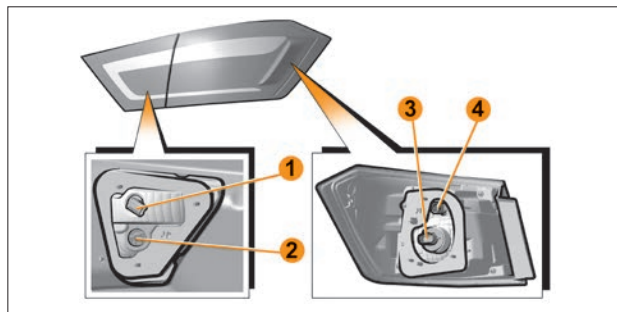

Рис. 13. Задние фонари
Для замены лампы света заднего хода **1** (рис. 13) необходимо:
– преодолевая сопротивление держателей, отогнуть обивку крышки багажника для доступа к патрону-разъему **1** (рис. 13). Во избежание повреждения обивки, отгибание производить на величину не более 7–8 см;
- повернуть патрон-разъем **1** (рис. 13) против часовой стрелки и вынуть его из посадочного места в сборе с лампой;
Для замены лампы габаритного огня **2** (рис. 13) необходимо: